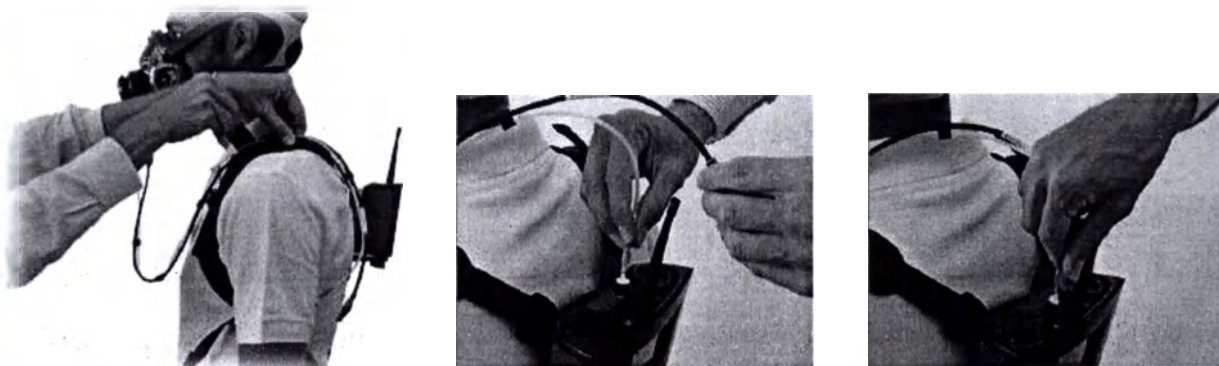

Рисунок 19. Подключение датчика потока к основному блоку на креплении шлангом
4. Шлангом пробоотборника подключите датчик потока к блоку основному (рисунок 19)